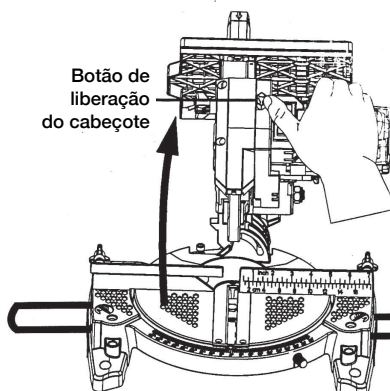

Figura 8 - Liberação de movimento do cabeçote
- Aperte o botão de liberação do cabeçote e erga o cabeçote da serra, colocando-o em posição de serra esquadria. **(Figura 8)**